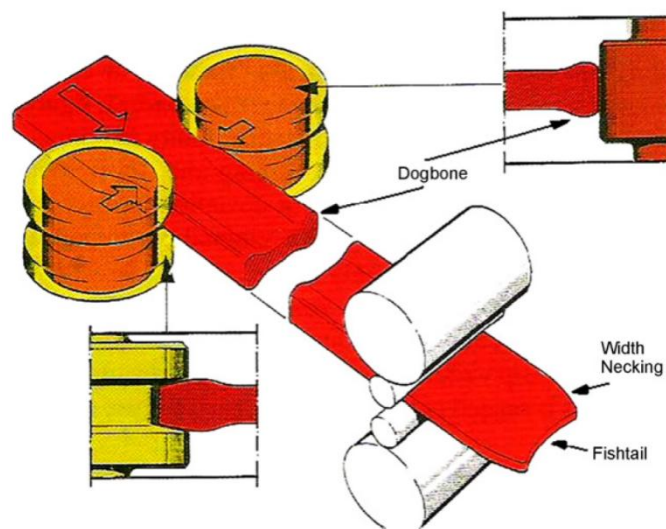

Рисунок 1 – Схема деформации слябов по ширине: а – гладкими вертикальными валками (эджерами); б – калиброванными вертикальными валками (эджерами)
- 1) гладкими вертикальными валками (эджерами) (рис. 1, а);
- 2) калиброванными вертикальными валками (эджерами) (рис. 1, б);